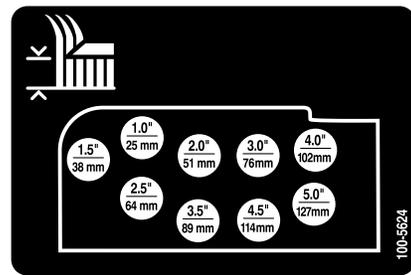

Figura 25
- Monte as correntes da altura de corte no orifício da altura de corte desejada com o perno de gancho e pino de segurança (Figura 25).